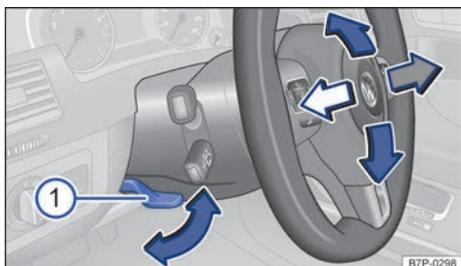

Fig. 64 Debajo del volante, en el guarnecido de la columna de dirección: palanca para el ajuste manual de la posición del volante.
- Tire hacia abajo de la palanca → fig. 64 ①.
- Después del ajuste, presione siempre la palanca → fig. 64 ① firmemente hacia arriba para que no se modifique la posición del volante accidentalmente durante la marcha.